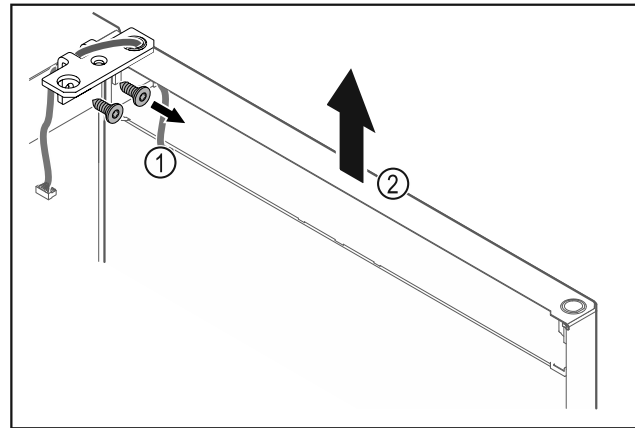

Fig. 22
- Odšroubujte úhelník závěsu Fig. 22 (1).
- Zvedněte dvířka včetně úhelníku závěsu Fig. 22 (2) přibližně 200 mm rovně směrem nahoru a vyjměte je.